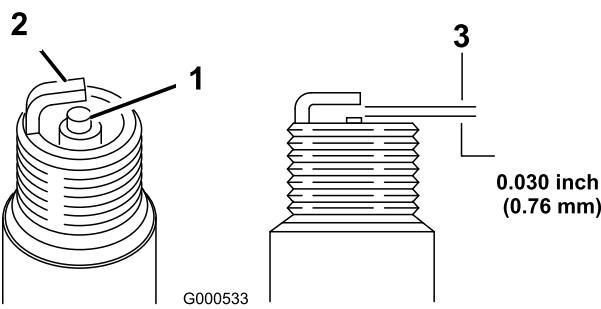

Figure 24
5. Réglez l'écartement des électrodes à 0,76 mm (0,030 po); voir Figure 24.